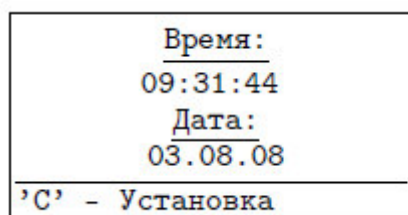

Рисунок 41
3.7.4 "Дата и время" (рис. 41) - просмотр и установка времени и даты.